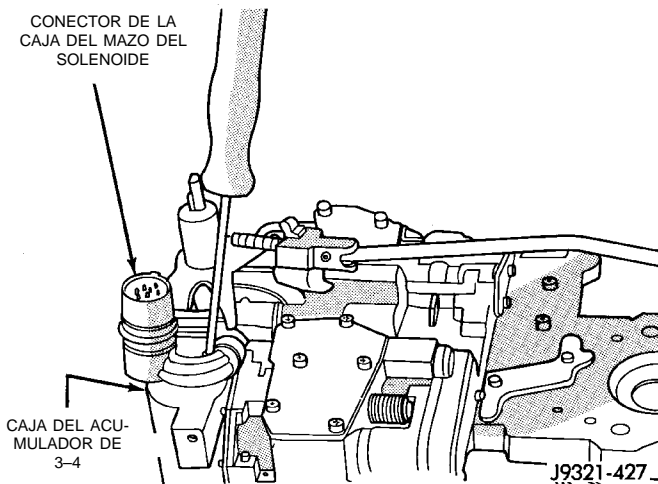
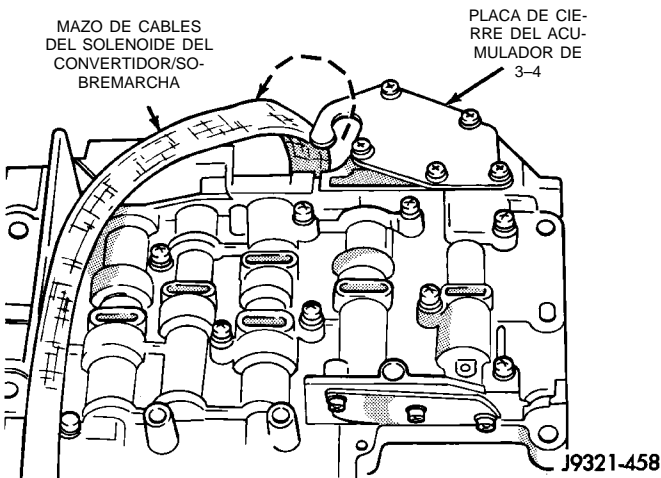

Fig. 94 Perno de resalto del conector de la caja del mazo del solenoide
Fig. 95 Recorrido del mazo del solenoide
(20) Una el conector de la caja del solenoide al acumulador de 3-4 con un tornillo de resalto. El conector tiene una rabera pequeña de guía que se ajusta en la muesca en la parte superior de la caja del acumulador (Fig. 94). Coloque la rabera en la muesca antes de apretar el tornillo de conexión.
(21) Instale el conjunto del solenoide y la junta. Apriete el solenoide que ajustan los tornillos con una torsión 8 N·m (72 lbs. pulg.).
(22) Compruebe que el recorrido del mazo de cables del solenoide sea el correcto (Fig. 95). **La varilla de estacionamiento y la palanca manual no deben estar con el mazo de cables ni entre la caja del acumulador y la cubierta.**